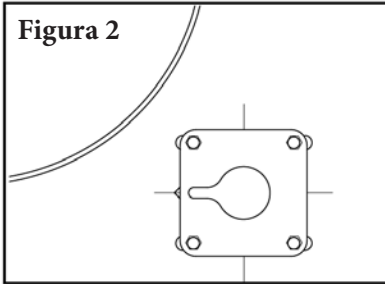

Figura 2
3. **Instale las placas de montaje.** Atornille las placas de montaje al chute con los tornillos que se incluyen. Centre las placas en los orificios ranurados y apriete los tornillos (Figura 2).